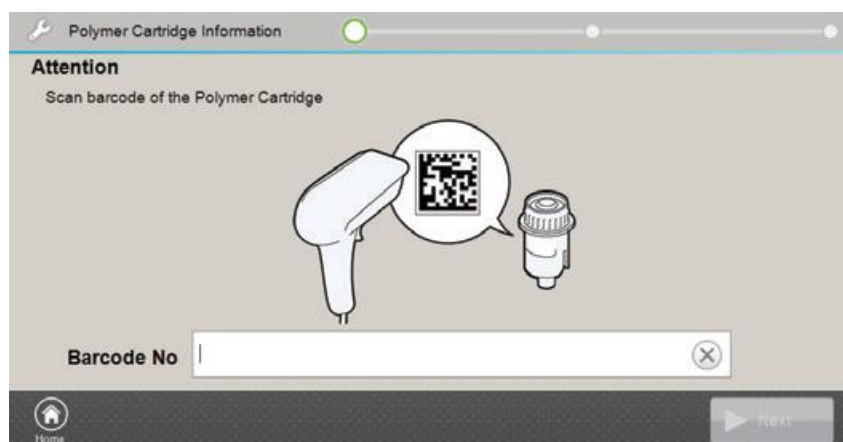

図 26 ポリマーカートリッジのバーコード読み込み画面
2. フッターの **Install** ボタンを押すと交換手順のウィザードが開始され、ポリマーカートリッジのバーコード読み込み画面（図 26）が表示されます。